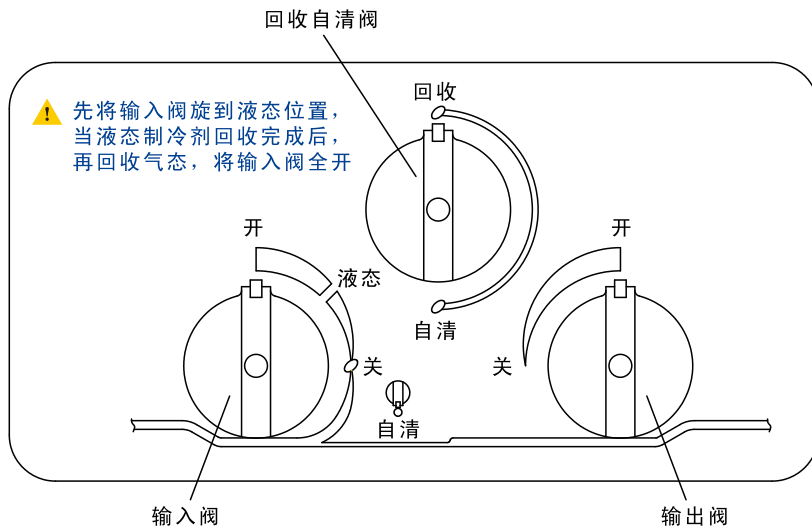

图4 气态回收状态控制阀旋钮位置
9、当液态回收完毕后，将输入阀全开（见图4），打开歧管表组上的气态口阀，这样能提高气态回收速度。
①关闭歧管表组的液态及气态阀。
②关闭制冷系统与歧管表组相连接的阀。